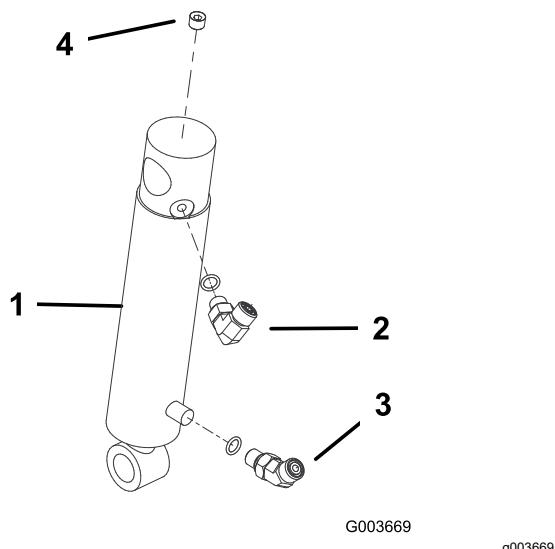

図 17
- エルボ継手を油圧シリンダーの上部ポートにねじ込む。図 17に示すように継手を配置する。
- 45°継手を油圧シリンダーの下部ポートにねじ込む。図 17に示すように継手を配置する。